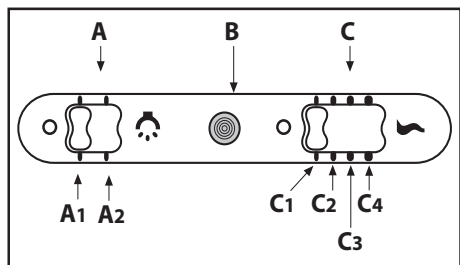

Fig.11
• **Comandi**: (fig.11) **slider** la simbologia è di seguito riportata: